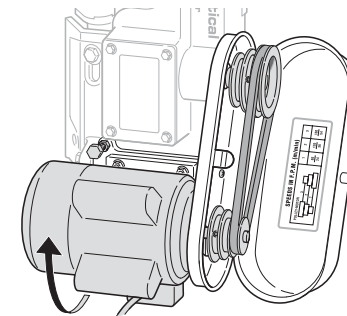

FIGURA 11. CAMBIO DE VELOCIDAD DE LA HOJA
1. Abra la cubierta de la protección de la polea. Consulte la Figura 11.